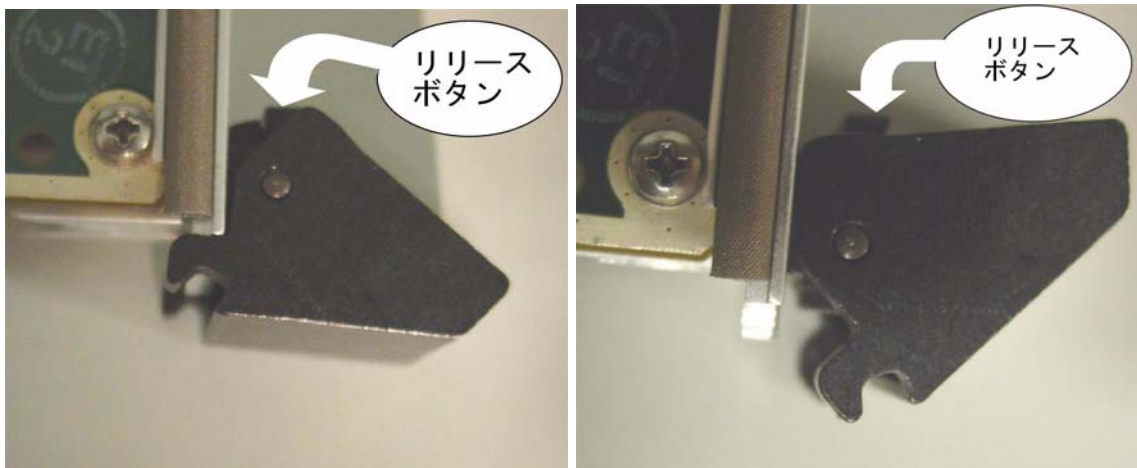

図 1-7 ラッチのオープン位置(左)とロック位置(右)
3. ラッチ内側のリリースボタンを押し、ラッチを開いてください。これがラッチがオープンな状態の位置です。図 1-7 を参照してください。